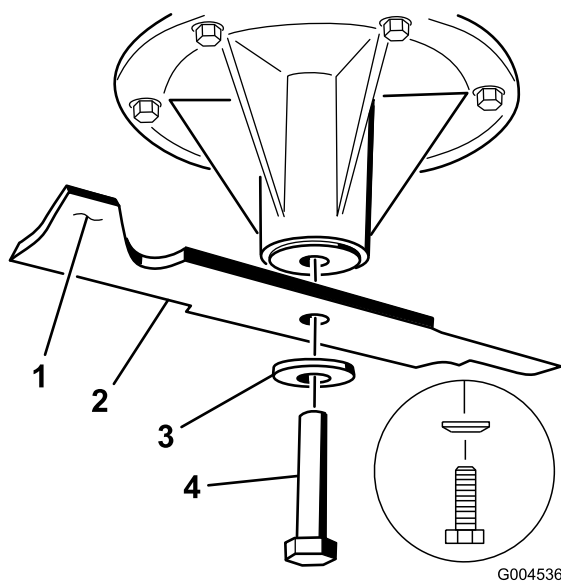

Figura 94
Nota: Si la cuchilla se mantiene horizontal, está equilibrada y puede utilizarse. Si la cuchilla no está equilibrada, rebaje algo el metal en la parte de la vela solamente (Figura 94). Repita este procedimiento hasta que la cuchilla esté equilibrada.
1. Instale la cuchilla en el eje (Figura 94).
Nota: Instale la arandela elástica con el cono hacia la cabeza del perno (Figura 94). Apriete el perno de la cuchilla a 115-150 N-m.